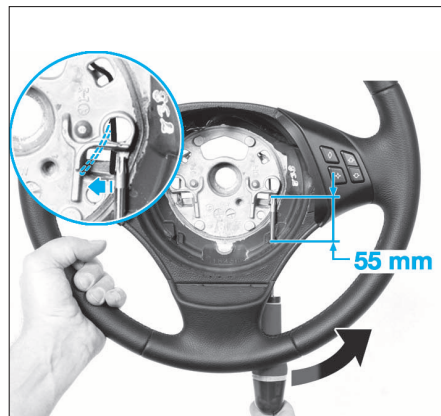

FIG. 2
- Délicatement, afin de ne pas endommager la garniture du volant, comprimer l'épingle en poussant le manche du tournevis vers l'extérieur, ce qui aura pour effet de déplacer l'épingle vers l'intérieur et de libérer un des verrous du module (Fig.2).